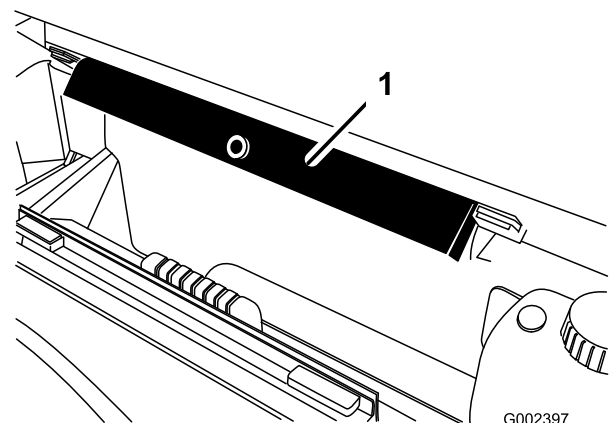

图 100
8. 从 ROPS 面板背面的存放架上取下货斗支架 图 100。